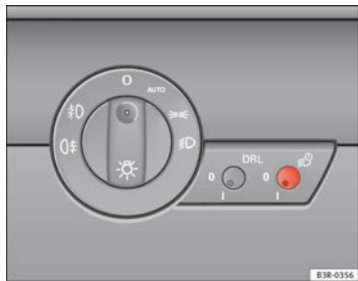

Abb. 86 Ausschnitt aus der Instrumententafel: Coming-/Leaving-Home-Schalter
- Tippen Sie den Knopf ⇒ Abb. 86 an, um ihn aus seiner Einstellposition auszurasen.